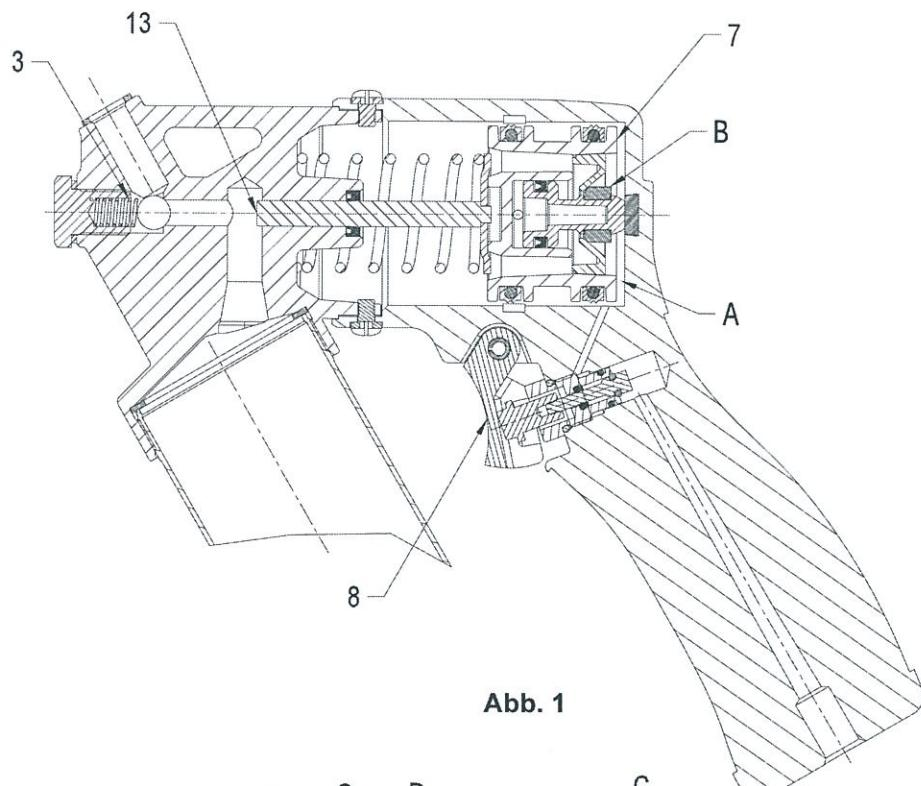

Abb. 1
Durch Betätigung des Abzughebels (8) wird die Fettresse in Betrieb gesetzt. Luft strömt in Kammer A (siehe Abb. 1) ein und drückt den Kolben (7) zusammen mit dem Förderkolben (13) nach links. Entlüftungsventil B schließt sich. Unter Druck vom Förderkolben (13) öffnet das Fett das Rückschlagventil (3) und die Schmierstoffmenge wird ausgestoßen.
Wenn der Kolben (7) die Bypass-Nut C (siehe Abb. 1) erreicht, strömt Luft in die Kammer D und öffnet das Entlüftungsventil B. Der Luftdruck in Kammer A wird durch Ventil B und die Entlüftungsöffnungen E in Kammer F abgelassen, die durch Bohrung G mit der Atmosphäre verbunden ist.